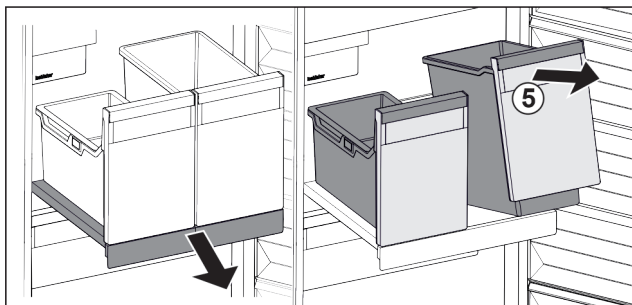

Fig. 23
- ▶ Nadvihnite nádobu Fig. 23 (5) vpredu.